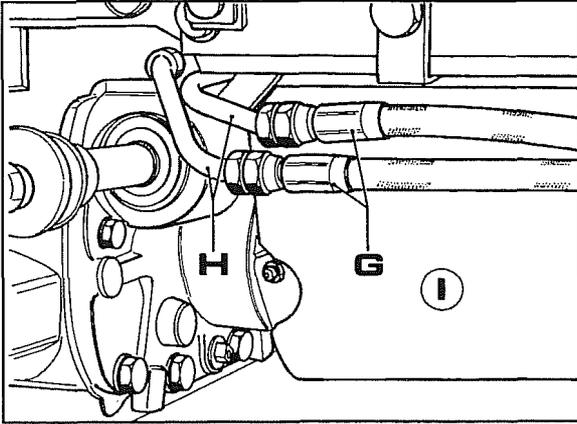

Abb. 75
7. Die beiden Leitungen **G** Abb. 75 abtrennen. Zwei Stopfen in die Enden der Leitungen **H** stecken, damit nicht jedesmal Öl ausläuft, wenn die Vorderräder gedreht werden.